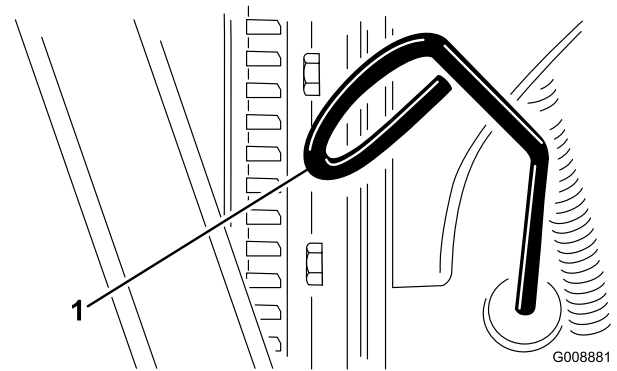

Figura 32
2. Retire la varilla (Figura 32) y límpiela con un paño limpio.